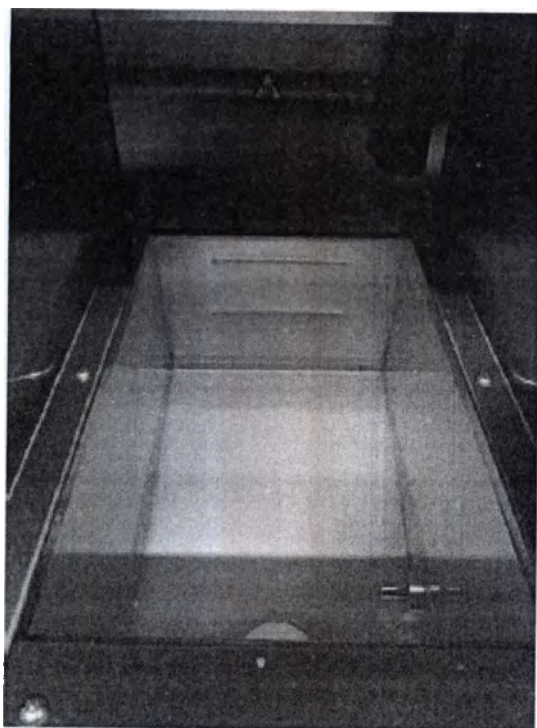

Рисунок 1 М. Парафиновый резервуар
Расположенный за дверцей парафинового резервуара (9), парафиновый резервуар (рис. 1 М), вмещает, нагревает, и удерживает 5 литров горячего парафина. Этого достаточно для заливки до 900-1200 блоков Paraform, или примерно восьми часов работы, в зависимости от используемых типов кассетных систем Paraform. Для улучшения результатов и сведения к минимуму образования пузырей, используйте только состав для заливки/обработки Tissue-Tek Paraform формула 3 (код продукта 7052).